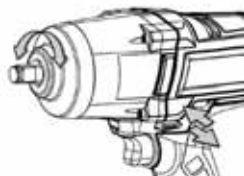

Fig. 2
4. För att backa maskinen (se fig. 2) använder du skjutreglaget för framåt/bakåt på drivenheten. Rotationsriktningarna visas även på skjutreglagets yta.